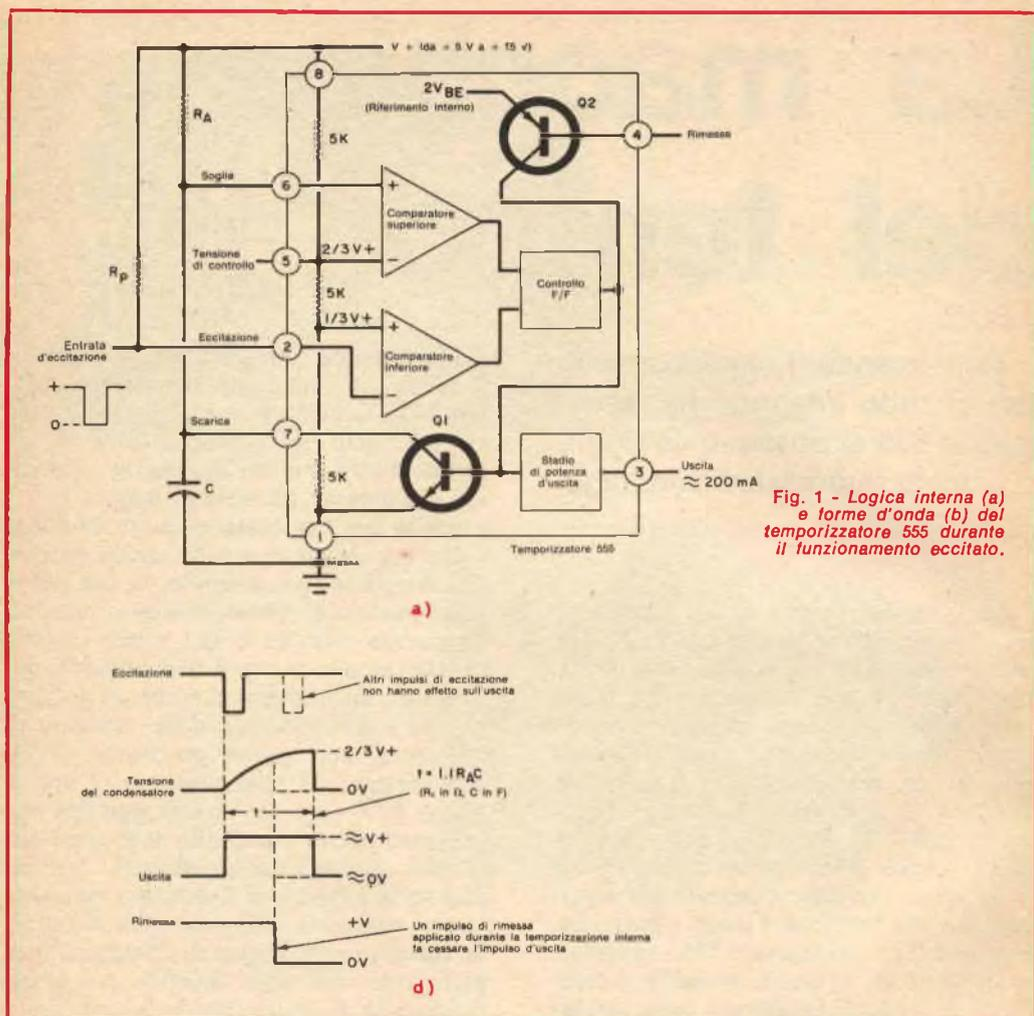

Fig. 1 - Logica interna (a) e forme d'onda (b) del temporizzatore 555 durante il funzionamento eccitato.
**Come funziona** - Conoscendo le sue caratteristiche, uno sguardo nell'interno del 555 può essere utile per capire come funziona ed in che modo si può usarlo. Lo schema a blocchi della *fig. 1-a* mostra i componenti funzionali del 555 ed il modo di funzionamento come temporizzatore eccitato ad un colpo. Il circuito interno, anche se piuttosto complesso, ha un mini-
Nella fig. 1-b è rappresentata la sequenza di temporizzazione monostabile del 555. Oltre al funzionamento descritto, vi sono altri due punti interessanti. Uno è che qualsiasi altro impulso d'eccitazione in entrata (rappresentato tratteggiato nella fig. 1-b) nel corso dell'intervallo di temporizzazione non influisce sull'uscita. Una volta eccitato, cioè, il ciclo si compie invariato, nonostante l'impulso successivo. La durata dell'impulso di eccitazione deve essere inferiore a quella dell'impulso d'uscita. Ciò può essere ottenuto per differenziazione, la quale migliora anche l'immunità al rumore.